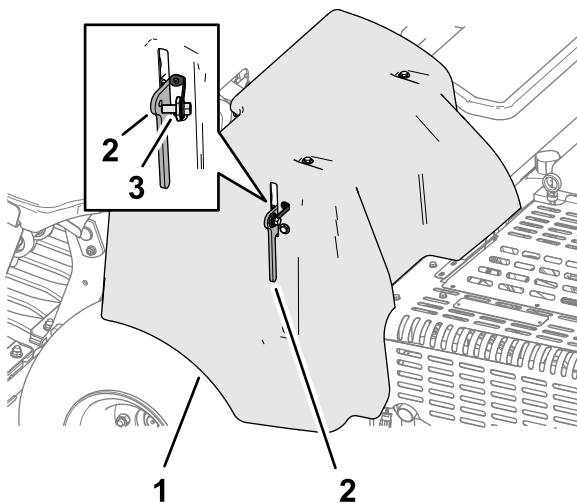

Bild 147
4. Wenn Ihre Maschine mit einem CE-Gurtschloss der Riemenabdeckung ausgestattet ist, setzen Sie die Schraube des Gurtschlosses in das Loch des Schlosses ein und ziehen Sie die Schraube fest (**Bild 147**).